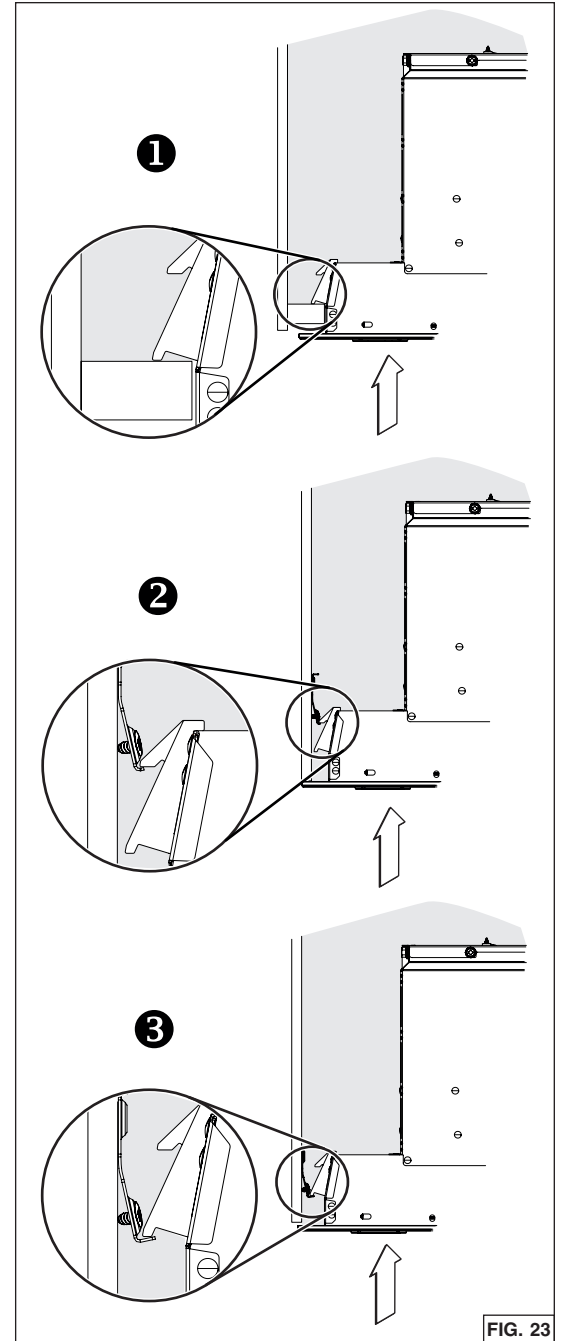

FIG. 23
2. Insertar el aparato en el gabinete hasta que sentir un click a ambos lados del aparato, confirmando que los ganchos Ease of Install están apoyando en la parte superior de los lados de la base del gabinete **1**, o sobre los bordes de los soportes de gabinete **2** o **3** (FIG. 23). Mover el aparato de izquierda a derecha, de delante hacia atrás y levantarlo para comprobar que los ganchos Ease of Install retienen el aparato en el gabinete.